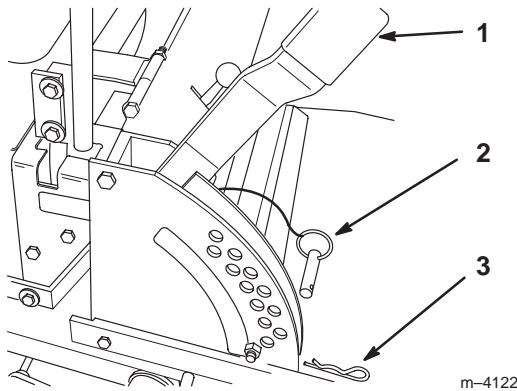

Figure 19
1. Relevez le levier de sélection de hauteur de coupe en position de transport (qui correspond aussi à la hauteur de coupe de 114 mm [4-1/2"]) (Fig. 19).
2. Pour changer de hauteur de coupe, retirez la goupille fendue et l'axe de chape du support de hauteur de coupe (Fig. 19).
3. Placez l'axe de chape dans le trou du support correspondant à la hauteur de coupe voulue (Fig. 19).
4. Fixez l'axe de chape avec la goupille fendue (Fig. 19).
5. Abaissez le levier de sélection de hauteur de coupe jusqu'à l'axe de chape (Fig. 19).